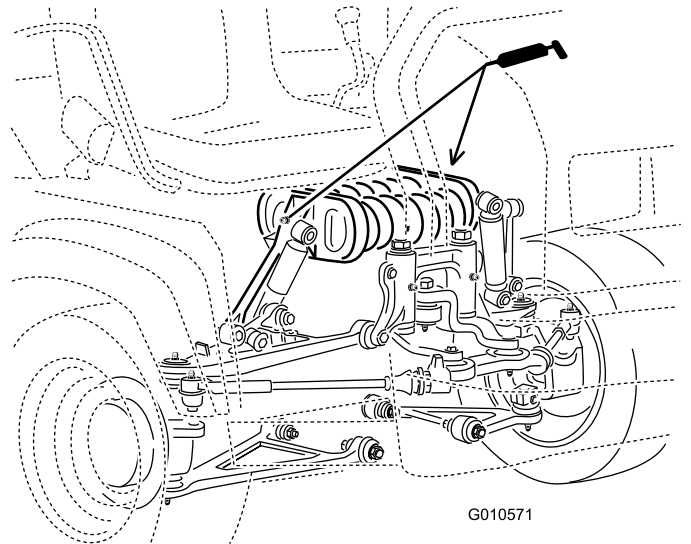

Figura 37
- **Torre de mola (2);** consulte Figura 37